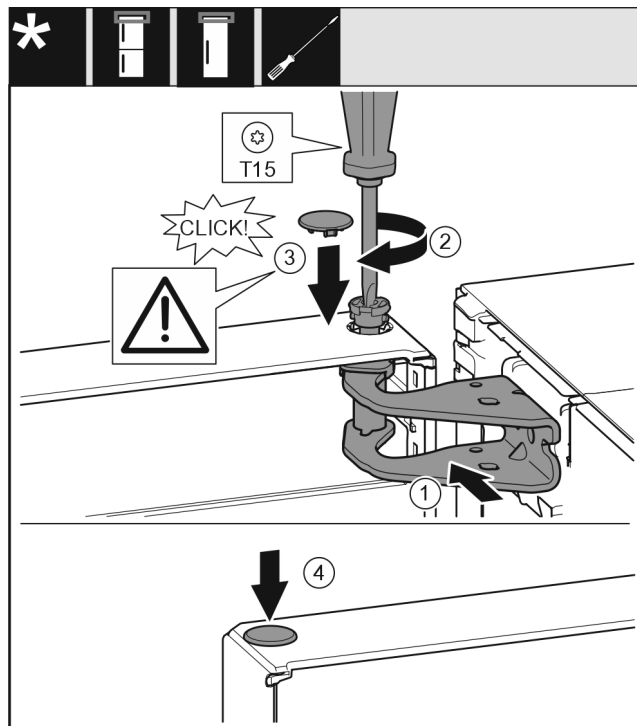

Fig. 21
- ▶ 将门的上方对准托架中的开口。 Fig. 21 (1)
- ▶ 放入螺栓 Fig. 21 (2) 并用螺丝刀拧紧。
- ▶ 安装冰箱门安全装置的安全盖 Fig. 21 (3)：放入安全盖并检查其是否在门上。此外将螺栓完全插入。
- ▶ 放上堵头 Fig. 21 (4)。